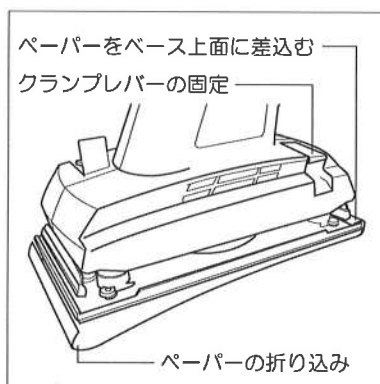

図3
② サンディングペーパーをベース上面に差し込みレバーを元に戻してペーパーを固定します。(図3参照)
③ もう片方のクランプレバーを引き起こして同様にペーパーを差し込み、レバーを元に戻してペーパーを固定します。